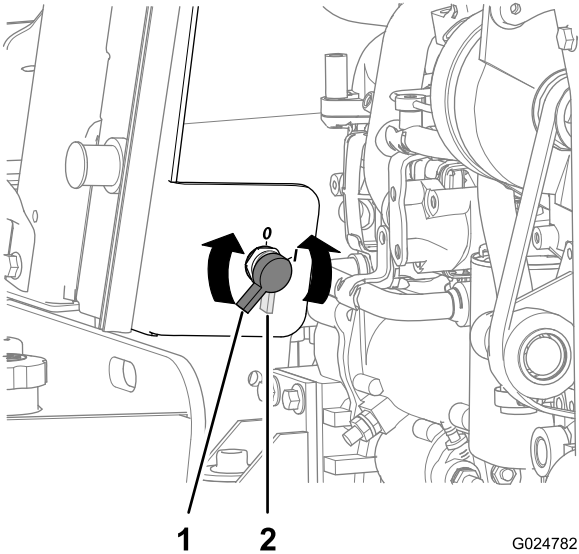

Figura 85
- 2. Gire o interruptor de desconexão da bateria no sentido anti-horário para a posição Off (Figura 85).
- 8. Gire o interruptor de desconexão da bateria no sentido horário para a posição On (Figura 85).